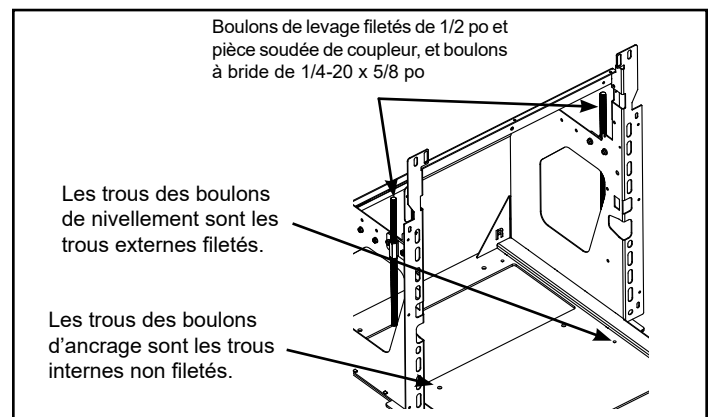

Figure 5.12
Avec l'enceinte connectée, installez les soudures des écrous du coupleur sur le cadre dans l'emplacement du trou qui correspond à vos besoins avec (4) vis / écrous à bride 1/4-20 x 5/8 et écrous et boulons jack 1/2 ". Installez les boulons de nivellement (4) 5/16 "- 18 dans les trous filetés dans le bac inférieur du cadre de montage, installez le cadre de montage dans l'ouverture et réglez ces boulons pour assurer le niveau du cadre. (Remarque: L'utilisation des 4 boulons de nivellement peut ne pas être nécessaire.) Serrer les boulons de 1/2 "contre le linteau. Voir la figure 5.12.